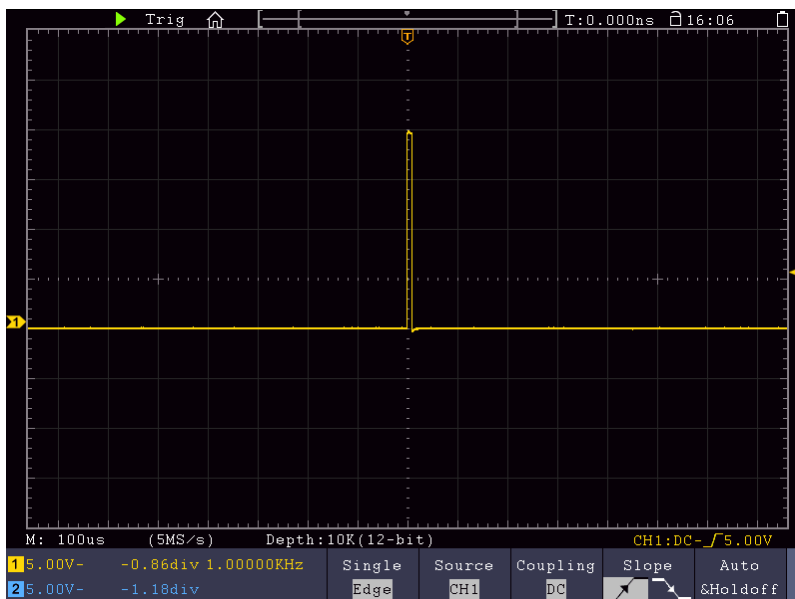

Figura 6-3 Captura de una única señal.
- (2) Pulse la tecla **CH1** para seleccionar el canal 1, ajuste los rangos de escala **Vertical** y escala **Horizontal** para la señal a observar.
- (3) Pulse la tecla **Acquire** para mostrar el menú Adquirir.
- (4) Seleccione **Modo Adq** en el menú inferior. Seleccione **Det. Picos** en el menú de la derecha.
- (5) Pulse la tecla del **menú Trigger** para mostrar el Trigger menú.
- (6) Seleccione el primer elemento del menú en el menú inferior. Seleccione **Único** en el menú de la derecha.
- (7) En el menú de la izquierda, seleccione **Flanco** como modo.
- (8) Seleccione **Fuente** en el menú inferior. Seleccione **CH1** en el menú de la derecha.
- (9) Seleccione **Acoplo** en el menú inferior. Seleccione **CC** en el menú de la derecha.
- (10) En el menú inferior, seleccione **Pendiente** como  (ascendente) .
- (11) Gire el selector **Trigger Level** y ajuste el nivel de trigger aproximadamente al 50% de la señal para su medición (Consulte "Ajuste del sistema vertical mediante la pantalla táctil").
- (12) Compruebe el indicador de estado del trigger en la parte superior de la pantalla, si no está listo, pulse la tecla **Run / Stop** y comenzará la adquisición, en espera del trigger. Si una señal llega al nivel de trigger establecido, se realizará un muestreo y luego aparecerá en pantalla. Mediante el uso de este enfoque, un pulso al azar puede ser capturado fácilmente. Por ejemplo, si queremos encontrar una ráfaga de alta amplitud, ajuste el nivel de trigger a un valor ligeramente superior al nivel medio de la señal, pulse la tecla **Run/Stop** y espere el trigger. Una vez que ocurra, el instrumento se activará automáticamente y registrará la forma de onda en el período alrededor del tiempo de disparo. Al girar el selector de **Positon HOR** en el área de control horizontal en el panel, puede cambiar la posición de disparo horizontal para obtener el retardo negativo, haciendo una observación sencilla de la forma de onda antes de que ocurra (ver *Figura 6-3 6-3*).